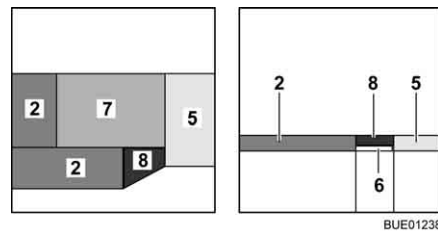

Fig. 96 Dopo la trasformazione
- Posizionare il cuscino aggiuntivo (Fig. 96,7) sul tavolo.
- Posizionare il cuscino aggiuntivo (Fig. 96,8) sull'allargamento letto.